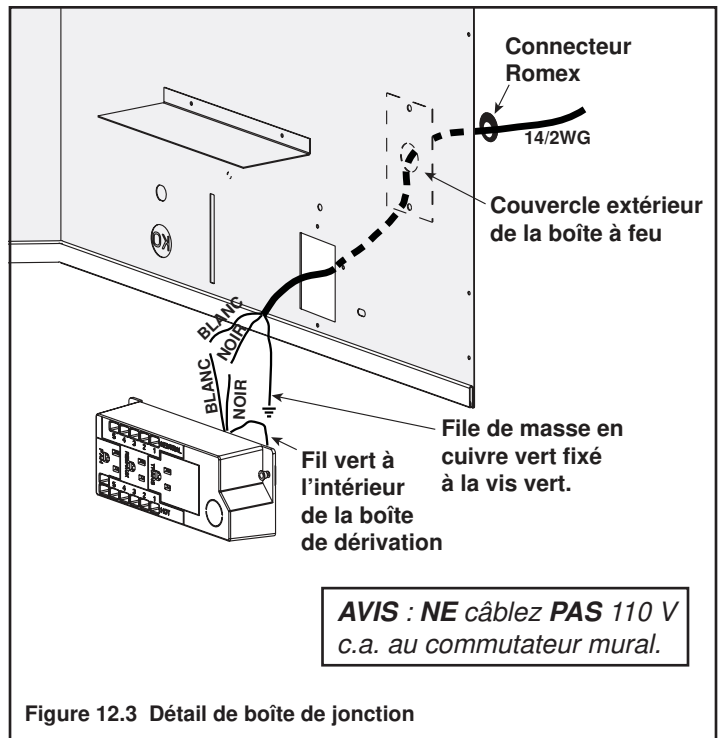

Figure 12.3 Détail de boîte de jonction
- Enlevez les vis qui attachent la boîte de dérivation au mur extérieur, tournez la boîte de dérivation vers l'intérieur pour la détacher de la paroi extérieure (voir la Figure 12.3).
- Tirer les câbles de l'extérieur du foyer à travers cette ouverture jusqu'à la boîte de valve et fixer les fils à l'aide d'un connecteur Romex. Voir la Figure 12.3.